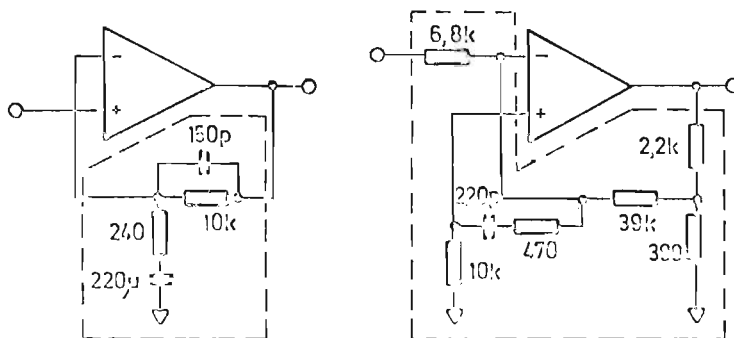

Fig 7. Ekvivalent schema med β -nät. A = Xelox, B = Philips Research Labs.
I fig 7 visas de använda motkopplingsnäten.
motkopplingsnäten i fig 7.
5. Varför har man infört denna gränshäns? Därför att stabiliteten mot självsvängning blir bättre. Som stabilitetsvillkor gäller att kurva A måste skära kurva D med en lutning *mindre* än 12 dB/oktav. Detsamma gäller kurva C relativt kurva E. Nätet i fig 7 A kan stabilisera, även om råförstärkningen faller mer än 12 dB/oktav (men ej över 18 dB/oktav).
Nu ser man här hur det differentierade motkopplingsnätet i fig 7 A inte bara hjälper upp stabiliteten, utan också minskar ingångsdelens slew-rate och därmed hindrar TIM.